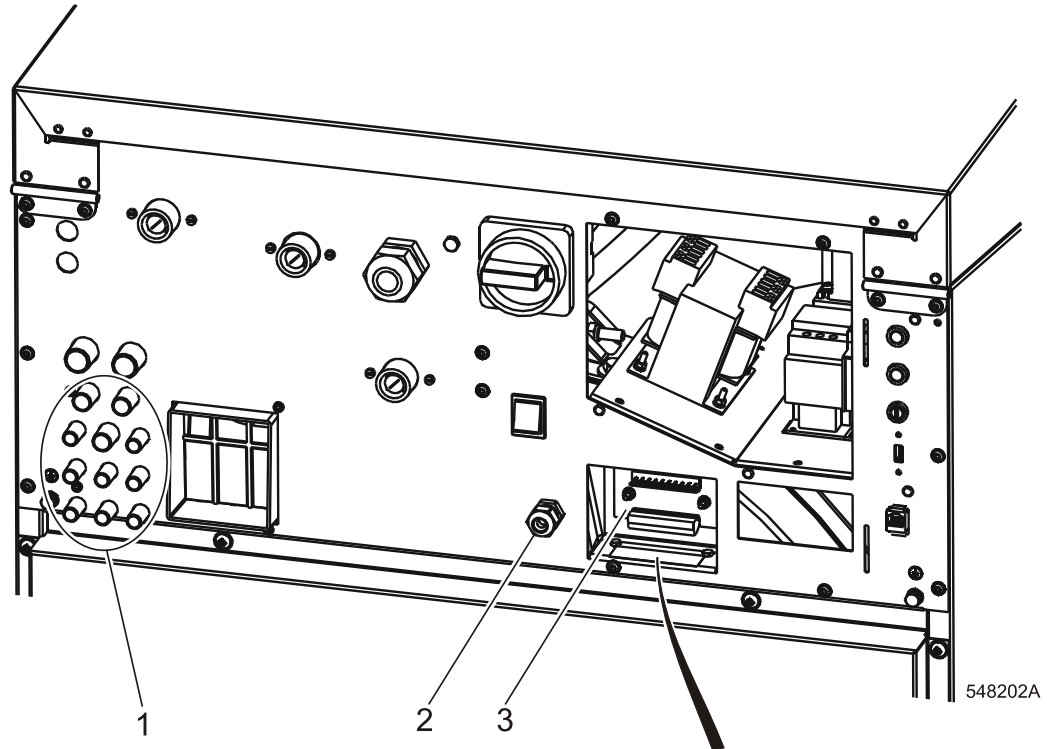

Fig. 19
- A máquina de lavar dispõe da ligação de dosagem externa do detergente líquido. No painel traseiro fica a união plástica de mangueira, Fig. 19., pos.1 para a conexão de mangueiras de detergente líquido. Segundo o número de bombas usadas do detergente líquido, perfure buracos (máx. 8), Ø 8 mm / 0,315" na peça de união de cada bomba. Recomendamos usar primeiro os buracos esquerdos para a conexão das bombas e o recomendamos o fluxo das bombas de 60-100 l / hora. Na peça de ligação há também 3 tubos de ligação de Ø interior de 12 mm / 1/2". Estes tubos SÓ podem ser usados para conduzir o detergente líquido diluído. É preciso perfurá-los para Ø 11.5 mm / 0.45". Por padrão, estes tubos de ligação estão fechados. Só perfure os tubos que vai usar. Preste atenção para retirar as partes perfuradas porque poderiam atascar mangueiras e buracos.
- Para a conexão eléctrica dos sinais de controlo da dosagem está a disposição na parte traseira da máquina o quadro de bornes com a sinalização LED de conexão da bomba correspondente, (veja Fig. 19., pos.3). No quadro de bornes está a etiqueta da conexão eléctrica. A conexão detalhada dos sinais fica também no esquema eléctrico da máquina. Os sinais para o controlo das bombas de dosagem são de 24V AC. A corrente máxima para os circuitos de controlo das bombas deve limitar-se a 10mA. O cabo para a conexão dos sinais de controlo das bombas deve ser conduzido através do passo plástico, pos.2. Após de conectar os condutores com as posições correspondentes do conector "P" (bornes de parafuso), assegure o cabo apertando os passos contra a saída e fecha a caixa com a tampa. Para detalhes da programação da dosagem do detergente líquido veja o Manual de programação.